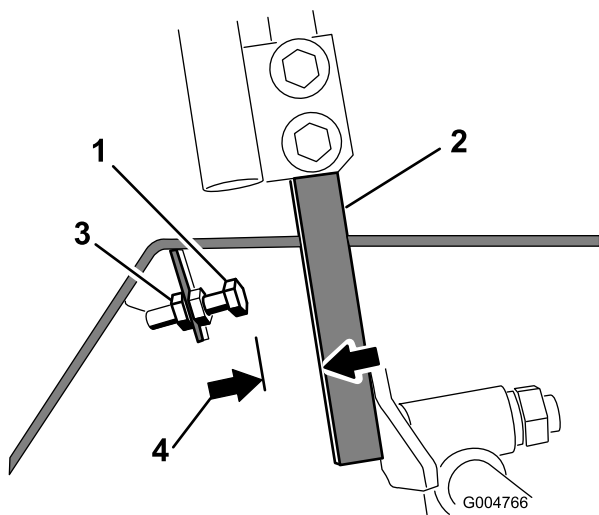

Рисунок 60
4. Ослабьте зажимную гайку на упорном болте одного из рычагов управления (Рисунок 60).